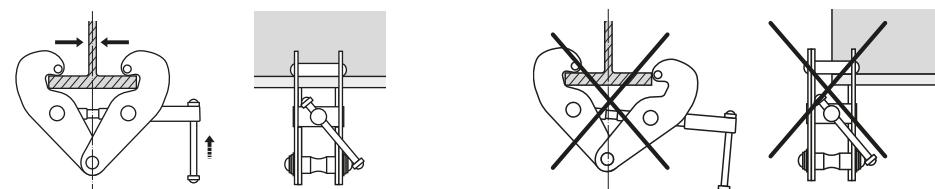

Рис. 5
3. Зафиксируйте устройство на балке при помощи винтового механизма – рис. 5. Анкерное устройство должно быть расположено симметрично на балке.